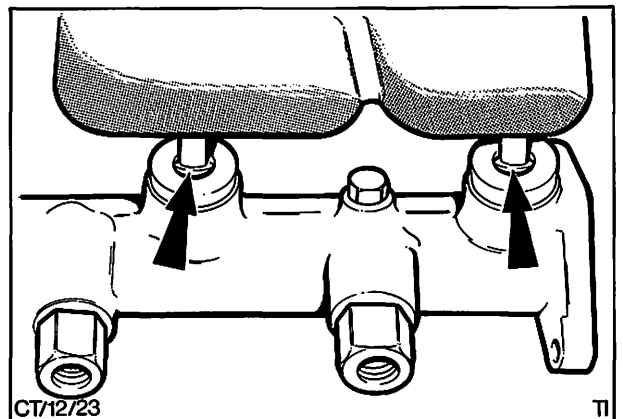

Abb. 67 Dicht- und Halteringe des Ausgleichsbehälters
1. Ausgleichbehälter nach oben vom Hauptzylinder abziehen. Beide Dichtringe entfernen, Abb. 67.